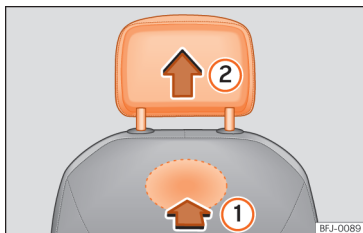

Fig. 74 Encosto de cabeça dianteiro: desmontagem.
- Para desbloqueá-lo, procure o entalhe situado na parte traseira do encosto na zona marcada e pressione no sentido da seta » » Fig. 74 ①.
- Retire o encosto de cabeça no sentido da seta ②.